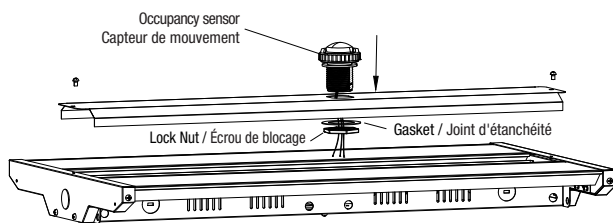

Fig. 3
3. Install the occupancy sensor on the driver cover by using the provided gasket and lock nut (Fig. 3).
4. Installer le capteur de mouvement sur le couvercle du contrôleur de DEL en utilisant le joint d'étanchéité et l'écrou de blocage fournis (Fig. 3).